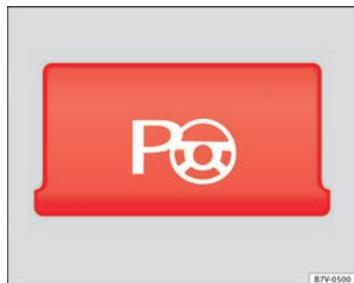

Fig. 145 Détail de la console centrale : touche pour activer manuellement l'assistant aux manœuvres de stationnement.
- **Pour des places parallèles à la chaussée** : appuyez sur la touche **une fois** à une vitesse d'environ 50 km/h. Quand la fonction est active, un témoin sur la touche ⇒ fig. 145 s'allume.
- **Pour des places perpendiculaires à la chaussée** : appuyez sur la touche **deux fois** à une vitesse d'environ 50 km/h. Quand la fonction est active, un témoin sur la touche ⇒ fig. 145 s'allume.
- Appuyez sur la touche . Quand la fonction est active, un témoin sur la touche \Rightarrow fig. 145 s'allume.